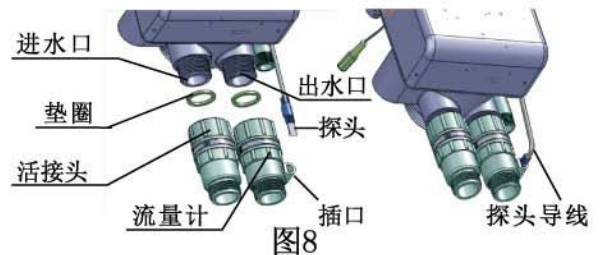

图8
8、在安装控制阀自带活接时，应将带流量计的活接加密封垫后旋转在控制阀出水口处（旁边有OUT标志），并使流量计插口向上，把流量计探头插入流量计插口中，同时将进水口活接加密封垫后旋接在控制阀进水口处。然后，便可安装进水管路。（图8）